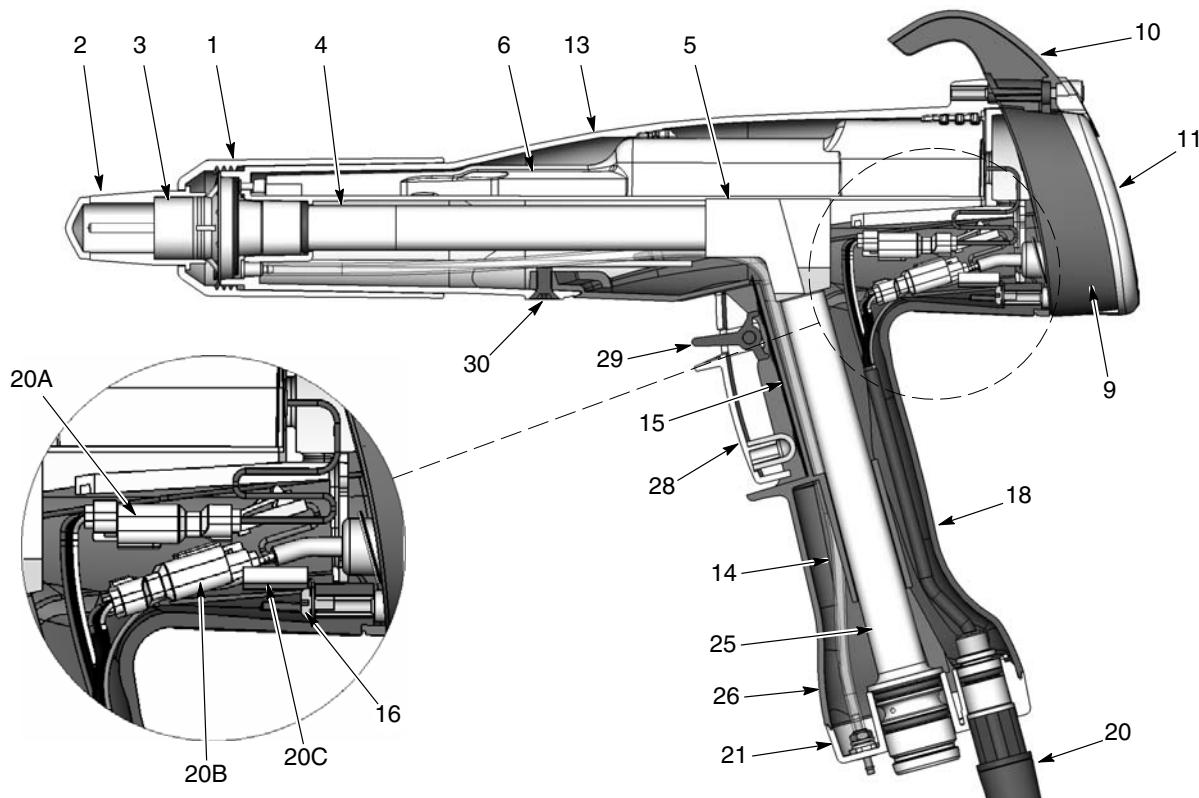

Рис. 6-1 Вид в разрезе распылителя (номера позиций в данном разделе соответствуют номерам позиций в спецификации запчастей)
1. См. рис. 6-1 и 6-2. Вывернуть верхний и нижний винты (12) крепления рамки (11), крючка (10) и модуля дисплея (9) на корпусе распылителя.
- См. рис. 6-1. Отвернув гайку форсунки, извлечь форсунку и узел электрода из распылителя.